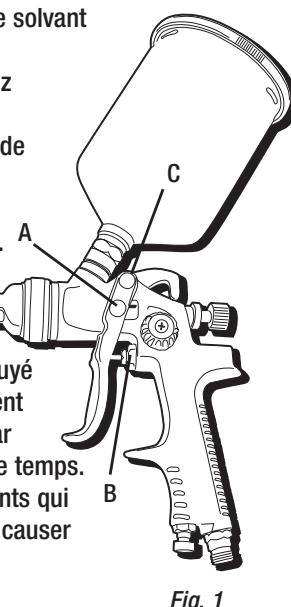

Fig. 1
- Voir Fig. 1 pour l'emplacement de ces points.